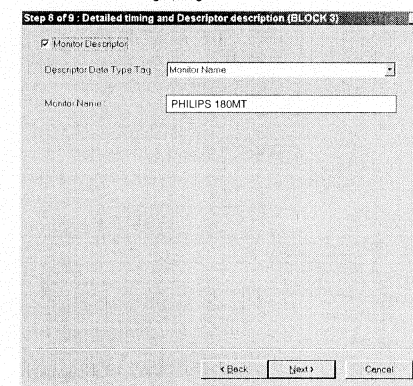

Fig. 21
- Click Next, bring up Fig. 21.